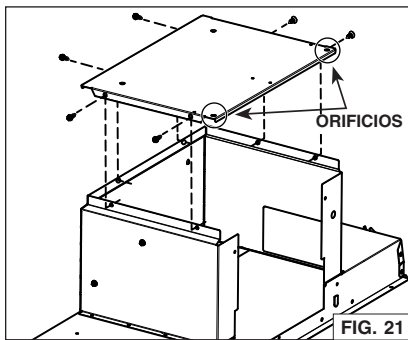

FIG. 21
9. Instale la placa trasera en la parte superior del aparato, dónde estaba la placa de soporte del ventilador. Los orificios cerca de las esquinas deben encontrarse en la parte trasera del aparato. Sujétela a la parte superior del aparato usando los 6 tornillos retirados previamente al paso 7 (FIG. 21).